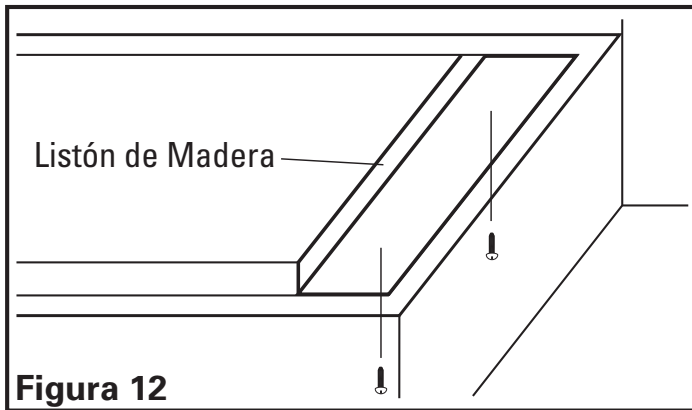

Figura 12
1. Si va a instalar la bóveda debajo de gabinetes que tengan una parte posterior empotrada, será necesario instalar listones de madera para montaje (no incluidos) para que la bóveda quede correctamente montada (Figura 12).